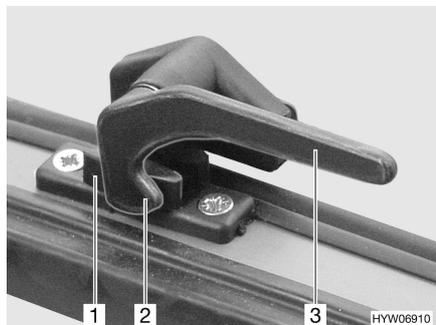

Bild 27 Verriegelungshebel in Stellung "geschlossen"
- Den Verriegelungshebel (Bild 27,3) eine viertel Umdrehung zur Fenstermitte hin drehen.
- Den Verriegelungshebel (Bild 27,3) eine viertel Umdrehung zum Fensterahmen hin drehen. Die Verriegelungsnase (Bild 27,2) liegt auf der Innenseite der Fensterverriegelung (Bild 27,1).
- in Stellung "fest verschlossen" (Bild 27)